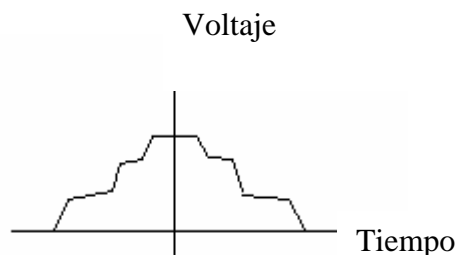

Figura 3.15 Perfil de velocidad de inyección.
b) Conecte una de las puntas del osciloscopio en el punto de prueba 19 (realimentación de la velocidad de inyección). Conecte la otra punta al punto 13 (presión de inyección). Cicle el husillo a través de su carrera entera y observe el trazo en el osciloscopio. Reajuste el pot. P-500, si es necesario para obtener una velocidad estable similar al de la figura. Además inspeccione la estructura de la presión por si existe alguna caída brusca y reajuste P-501 si se necesita. Figura 3.15